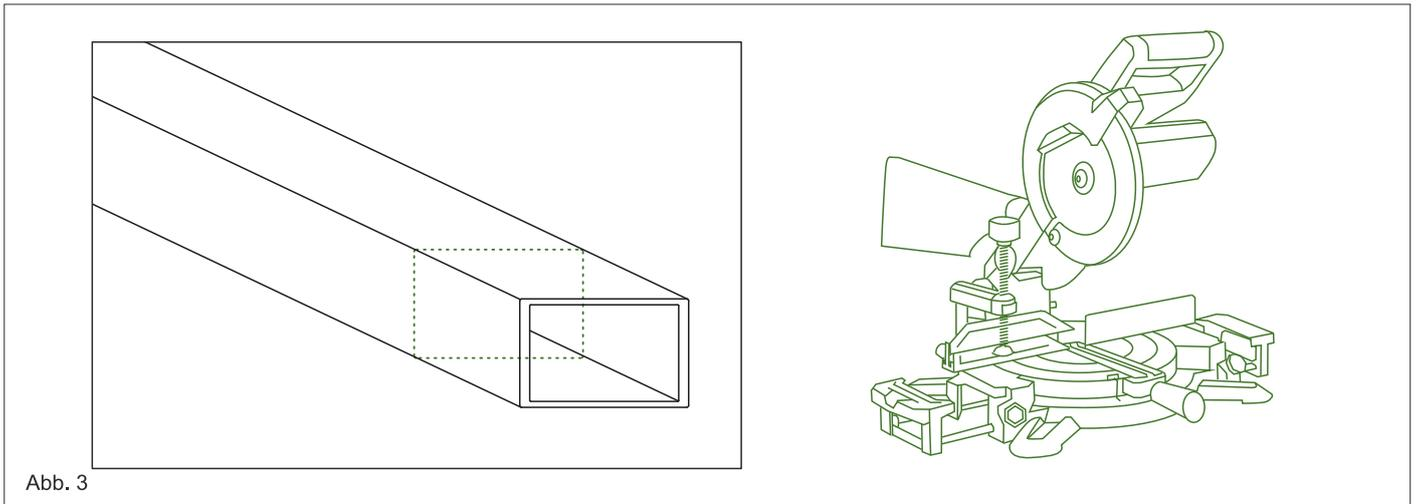

Abb. 3
4. Sägen Sie als nächstes mit einer Kappsäge für eine senkrechte Kante die Tragprofile ca. 2 mm kürzer als die gemessene Länge zu. Siehe Abb. 3.